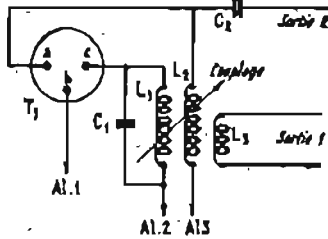

FIG. 2
La figure 2 donne le principe de fonctionnement d'un oscillateur sinusoïdal à circuits LC.
En (A), on a la transposition du montage général de la figure 2 appliqué à une triode montée en cathode commune. On voit que la cathode est à la masse. La bobine de plaque est L1, accordée par CV (variable, ajustable ou fixe) et celle de grille est L2 couplée à L1.